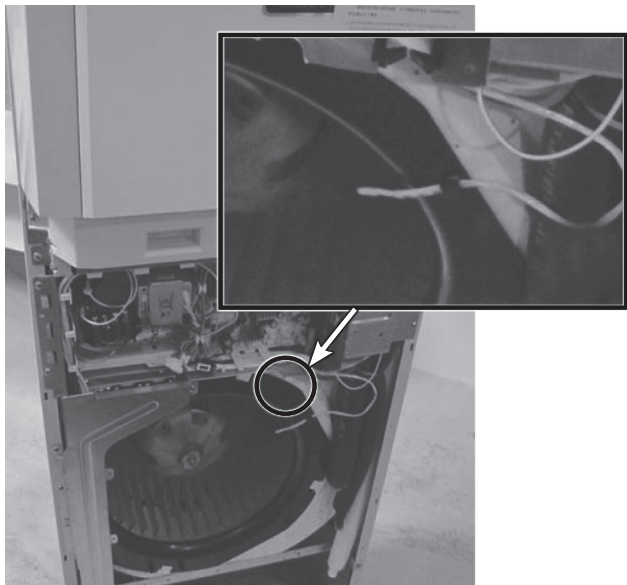

图 3-55 温度感应器
6) 拆开护板后要小心机器中悬挂的温度感应器, 如图 3-55 所示。